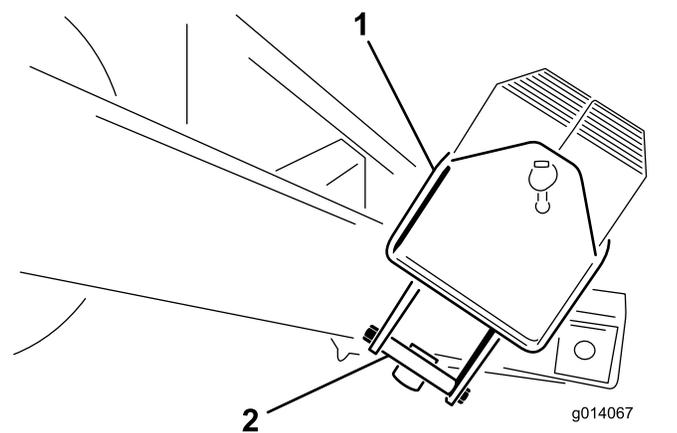

Рисунок 5
2. Удалите болты ($\frac{1}{2} \times 5\frac{1}{2}$ дюйма) с монтажного кронштейна, удерживающего ящик для грузов. Удалите в отходы монтажные кронштейны (Рисунок 5).